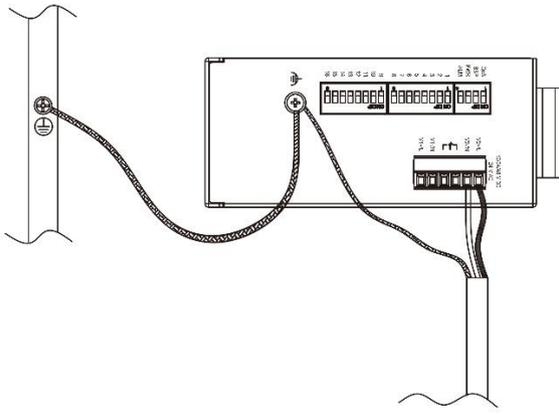

Рисунок 5 Примеры подключения питания коммутатора и концентратора
**Важно! При подключении двух резервируемых источников питания нельзя использовать разные диапазоны питания (12/24/48 VDC и 24 VAC). Необходимо использовать 12/24/48 VDC или 24 VAC, см. рис. 5, 6.**